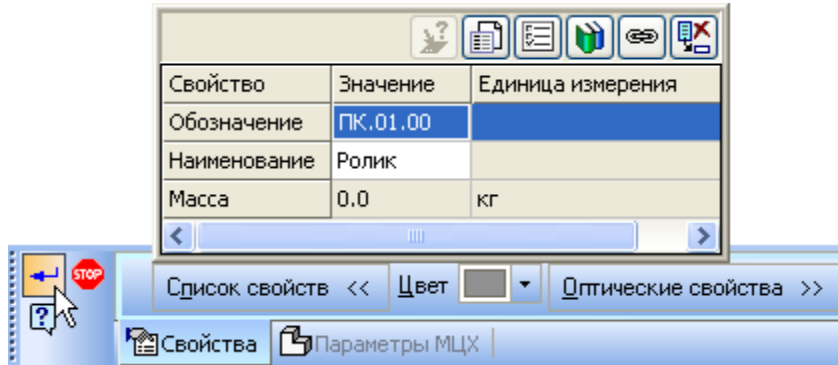

Рисунок 5.
- Введите обозначение сборки ПК.01.00 и ее наименование Ролик (рис.5).